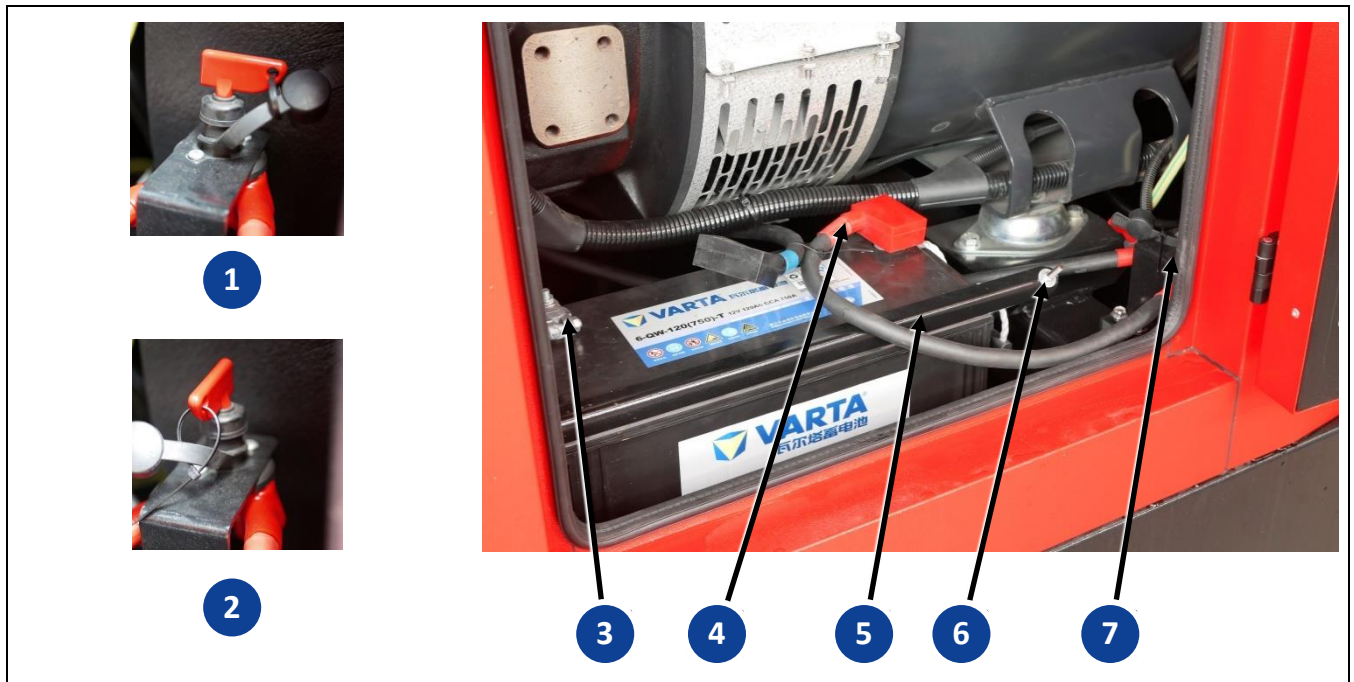

Abb. 8-1 Starterbatterie wechseln
1. Batteriestromkreis über den Hauptschalter **7** unterbrechen (Position Abb. 8-1-**1**)
13. Batteriestromkreis über den Hauptschalter **7** schließen (Position Abb. 8-1-**2**)